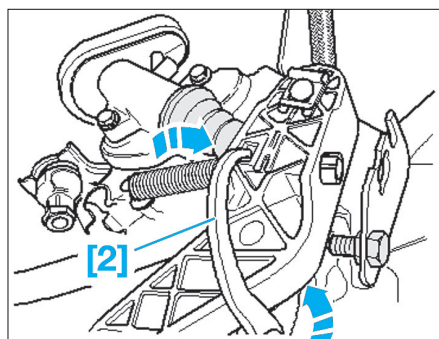

Fig. 11
- [2]. Pince à dégraffer réf VW : T10005 (Fig.11)
- placer la pince [2] dans la zone de l'évidement pour la pièce de logement de la tige de poussée (Fig.11),